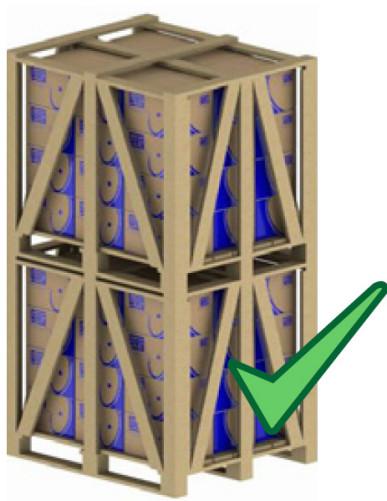
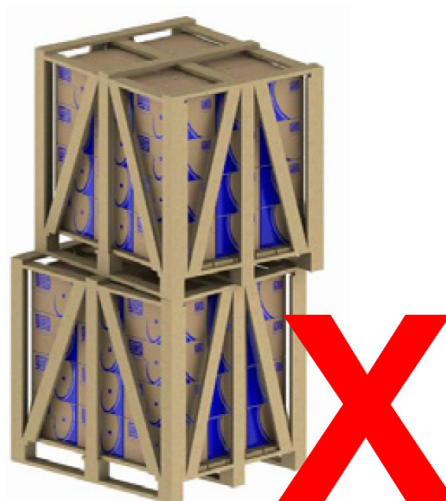

Figura 5.1: Montagem adequada
Figura 5.2: Montagem inadequada
(1) Não empilhar embalagens maiores sobre menores.
(2) Posicionar corretamente uma embalagem sobre a outra (ver Figura 5.1 na página 196 e Figura 5.2 na página 196).